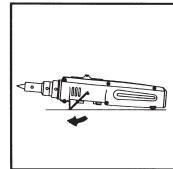

Abb. 6
2. Wenn für die auszuführende Arbeit freie Hände erforderlich sind, einfach die Stütze ausklappen, sodass der Lötkolben stehen kann. Siehe Abb. 6.